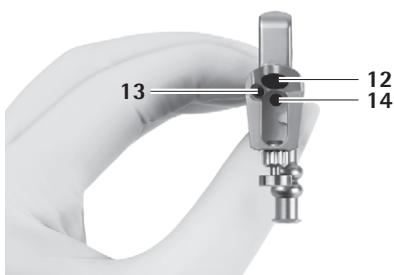

Fig. 1
- obturatorul pentru canalul de lucru oval 7 în canalul de lucru 12, vezi Fig. 1.
Drenarea lichidului de irigare are loc prin canalul de lucru mare 12 și canalul de lucru mic 13, vezi Fig. 1.